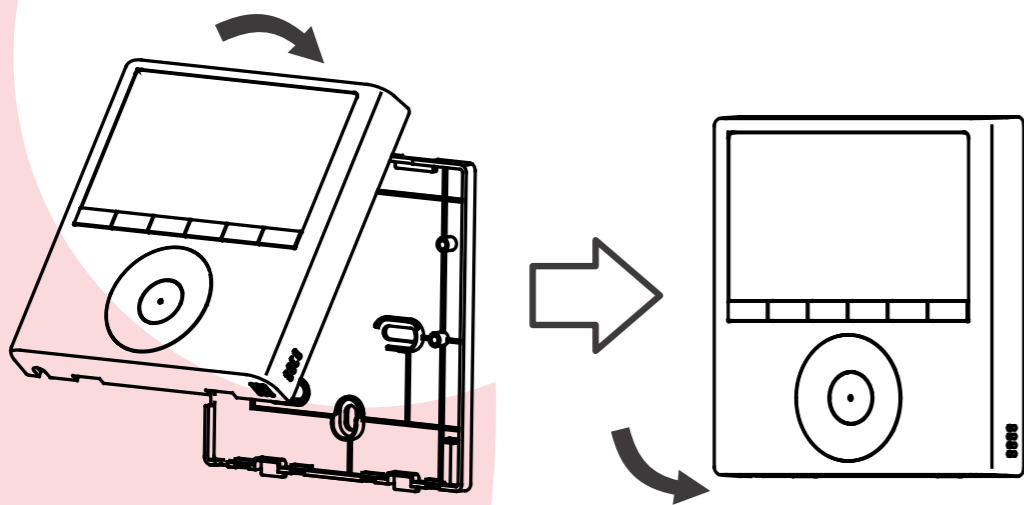

Fig 3-7
- Na het aanpassen van de hoofdletters en gesp de hoofdletters; vermijd het vastklemmen van de bedrading tijdens de installatie. (Afb. 3-7)